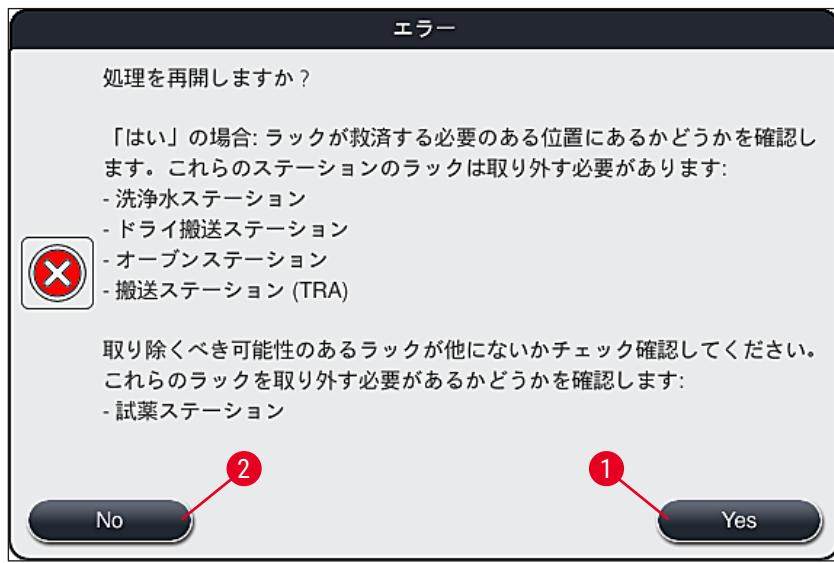

図108
4. ここでオペレーターは、染色プロセスを再開するか(→P. 132 – 8.2.2 電源障害後の染色処理の再開)、またはキャンセルするか(→P. 134 – 8.2.3 電源障害後の全染色処理のキャンセル)(→「図108」)を選択できます。
2. 直前の情報メッセージ(→「図108」)に従って救済を要するラックを装置から取り出し、画面上の対応するステーション(→「図109-1」)を押して取り出したことを確認します。
染色処理をキャンセルし、前の選択メニュー(→「図 108」)に戻るには、「キャンセル」ボタン(→「図 110-2」)を押します。